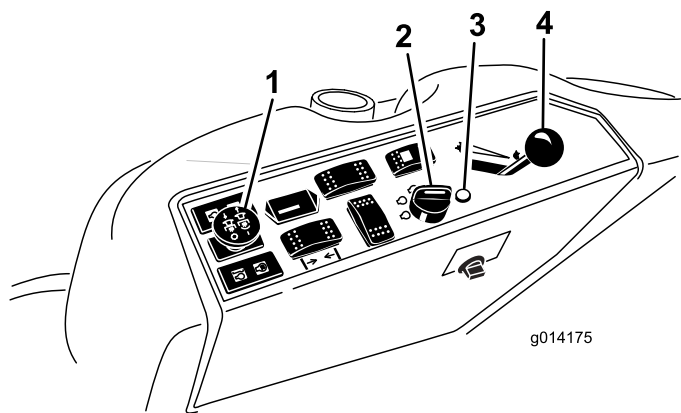

Рисунок 11
- Переведите выключатель механизма отбора мощности в положение ВЫКЛ. (Рисунок 11).
- Сдвиньте рычаг дроссельной заслонки в среднее положение между Slow ("Медленно") и Fast ("Быстро") (Рисунок 11).